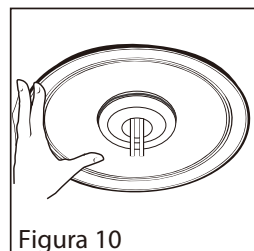

Figura 10
11. Haga la conexión eléctrica entre la coleta (M) y los cables eléctricos de su artefacto y levante el medallón decorativo y el dosel del artefacto. Fije el dosel según las instrucciones de instalación de su artefacto de iluminación (Figura 10).